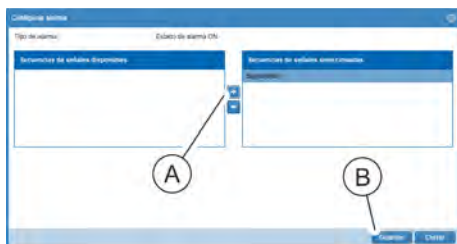

Fig. 128: Ventana "Configurar alarma"
7. ▶ En la ventana "Configurar alarma", seleccione una secuencia de señales y desplácela hasta el campo "Secuencias de señales seleccionadas" con el botón "→" (Fig. 128/Ⓐ). Confirme la selección con el botón "Guardar" (Fig. 128/Ⓑ).